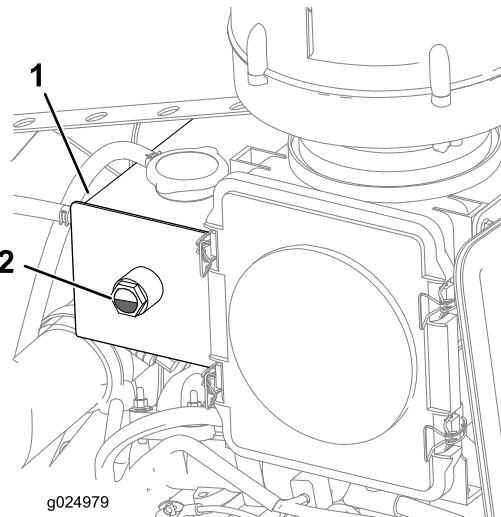

Figura 25
- Compruebe el nivel de refrigerante del depósito (Figura 25).
Nota: Asegúrese de que el nivel del refrigerante esté entre 1/4 y 3/4 de la mirilla (Figura 25).